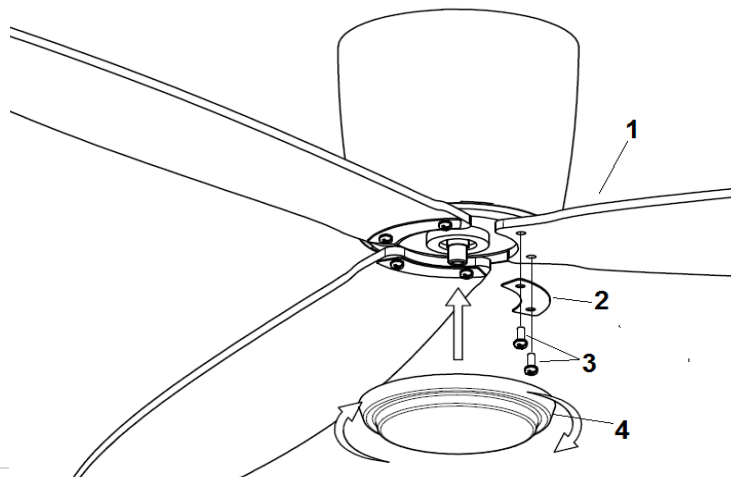

Fig. 6
- 날개를 모터 모듈에 올리고, '날개(1) → 날개 브라켓(2) → 나사(3)'의 순서로 결합하여, 날개를 모터 모듈에 두개의 나사로 단단하게 조여줍니다(3). Fig. 6